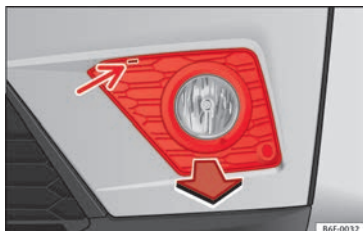

Abb. 113 Nebelscheinwerfer: Gitter abnehmen
1. Einen Schraubenzieher in die Kerbe einführen » **Abb. 113** (Pfeil). Lösen Sie die Clips an den Rändern des Gitters durch Ziehen heraus.